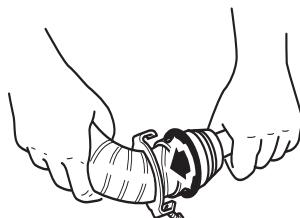

Abb. 27
- ▶ Das Abgasrohr entsprechend der Einbausituation biegen. Das Rohrende muss mindestens 2 cm gerade verlaufen und darf in diesem Bereich nicht gekrümmmt sein. Um das zu gewährleisten kann die als Zubehör erhältliche Biegevorrichtung AE (Art.Nr. 30030-33000) ist für das Biegen des Abgasrohrs verwendet werden (Abb. 27).